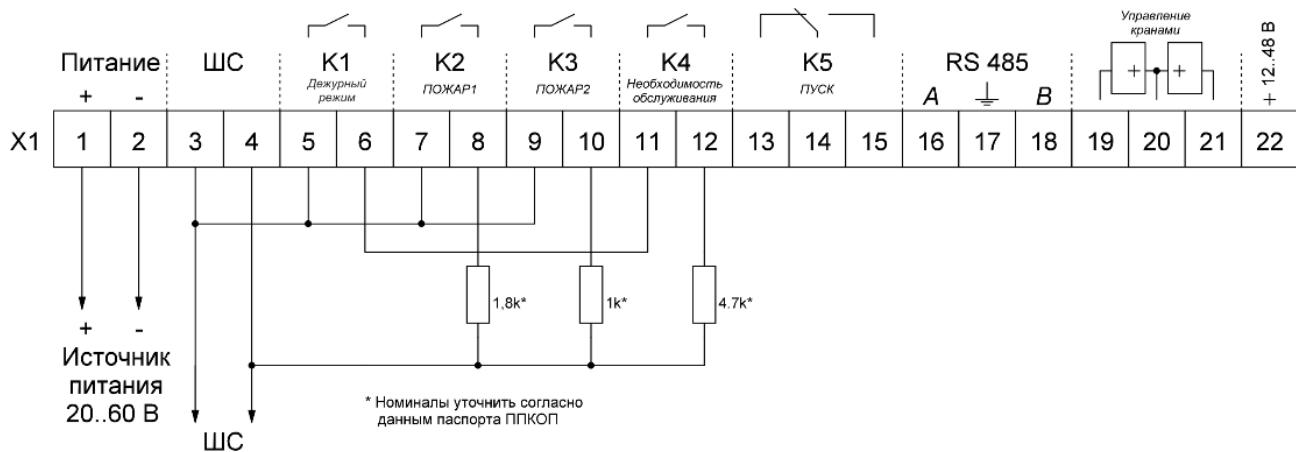

Рисунок 17 – Схема подключения с обобщённым сигналом об обслуживании
19.2 Схема подключения ИПА к ПЦН с уменьшением сопротивления ШС при формировании извещений «Пожар 1», «Пожар 2» с обобщенным сигналом о неисправности при необходимости обслуживания извещателя (рисунок 17).